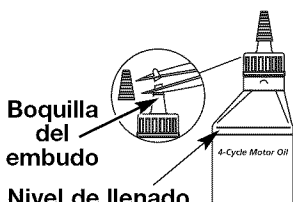

Fig. 10
Su unidad trae una botella de aceite SAE 30 SF, SG, SH de 90 ml (3,04 onzas fluidas) (Fig. 10).
NOTA: Guarde la botella para medir la cantidad correcta de aceite cuando deba cambiarlo en el futuro (Fig. 10). Lea *Cambio de aceite*.
1. Desenrosque la tapa de la botella de aceite y retire el sello de papel que cubre la apertura. Vuelva a colocar la tapa. Corte la punta de la boquilla del embudo (Fig. 10).